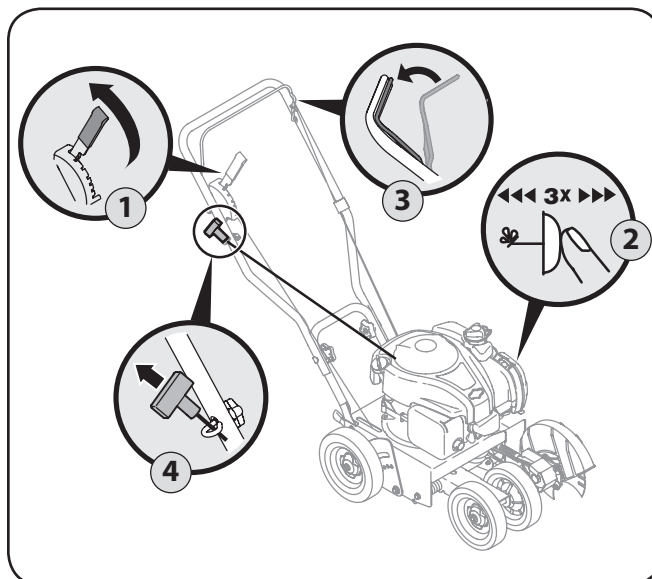

Figura 5-1
4. Con la mano derecha, tome la manija del arrancador de retroceso y tire de la cuerda para sacarla con un movimiento rápido y continuo. Vea la Figura 5-1. Mantenga firme la manija del arrancador, deje que la cuerda regrese lentamente al arrancador. Repita hasta que el motor esté en marcha. Deje que la cuerda se enrosque lentamente de regreso.